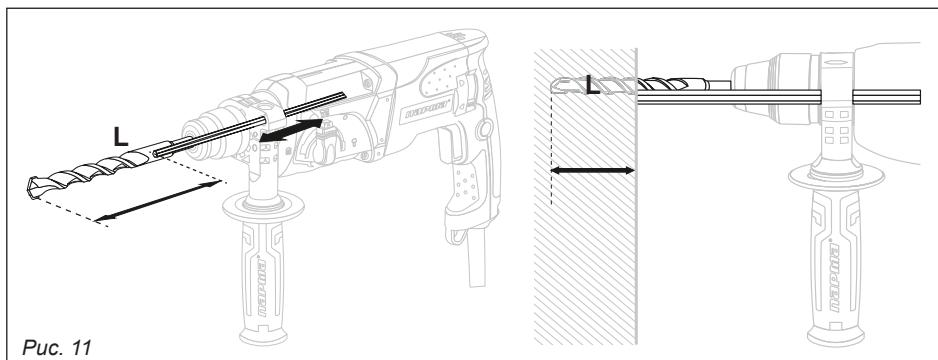

Рис. 11
6.7. Ограничитель сверления (рис. 11)